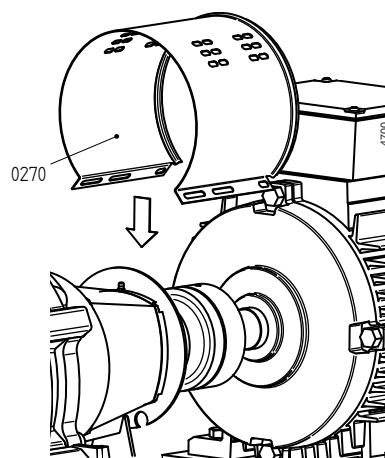

Рисунок 18: Установка кожуха на стороне двигателя
- 2 Снимите оба кожуха (0270). См. рисунок 18.